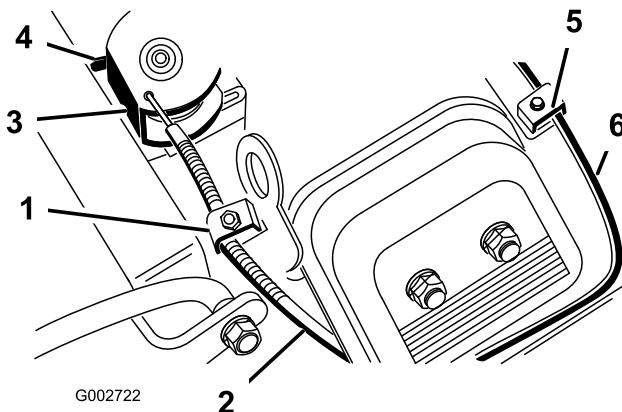

Рисунок 39
4. Сильно потяните за тросик дроссельной заслонки, чтобы задняя часть шарнира коснулась упора (Рисунок 39).
2. Ослабьте винт зажима тросика воздушной заслонки, который крепит тросик к двигателю (Рисунок 39).
4. Сильно потяните за тросик воздушной заслонки (Рисунок 39), чтобы ее дроссель полностью закрылся; затем затяните винт зажима тросика.